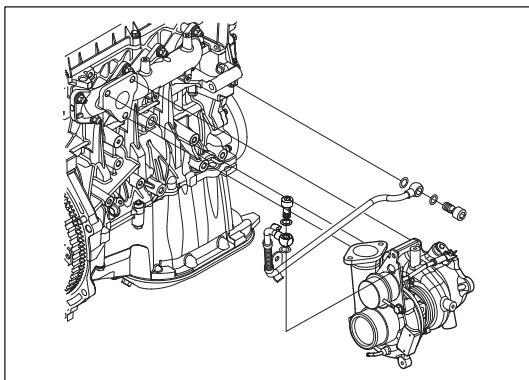

Рис. 7-2-8. Установка подводящей масляной трубы турбонагнетателя
- (6) Установить подводящую масляную трубку турбонагнетателя с четырьмя прокладками на корпус блока цилиндров и на турбонагнетатель, затем закрепить с помощью одного длинного и одного стандартного болта, как показано на рис. 7-2-8.